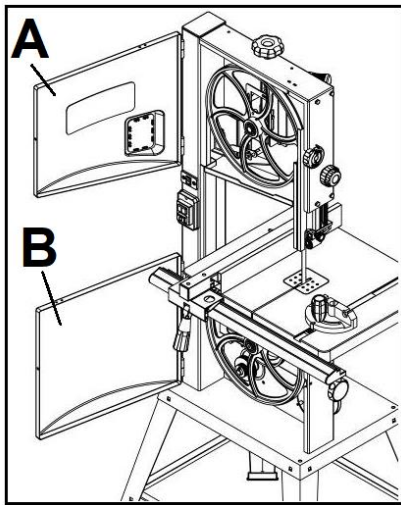
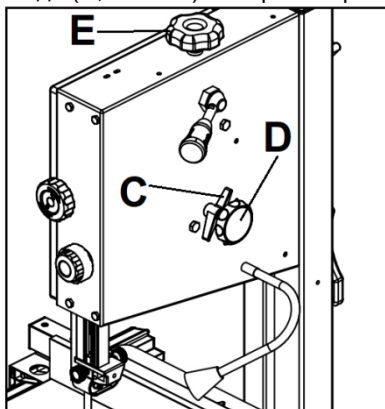
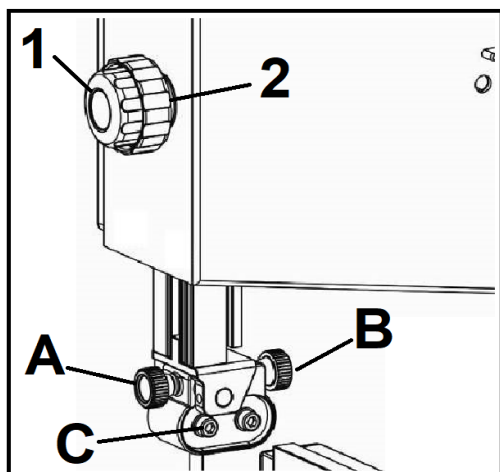

Рисунок 14
Рисунок 15
Рисунок 17
Если пильная лента не движется по центру резинового обода, ход ее необходимо откорректировать, отрегулировав наклон верхнего шкива пильной ленты. Откройте верхнюю и нижнюю дверцы (А, В, Рис. 14). Ослабьте ручку фиксатора регулировки хода, вручную вращайте верхний шкив, не касаясь пильной ленты. Поверните ручку регулировки (D, Рис. 15) по часовой стрелке или против часовой стрелки до тех пор, пока пильная лента не будет двигаться по центру резинового обода.
После регулировки снова затяните ручку фиксатора регулировки хода (С, Рис. 15) и закройте крышку.
МЕДЛЕННО поверните ручку регулировки хода (D, Рис. 15), одновременно вращая верхний шкив. Поворот ручки регулировки хода по часовой стрелке (если смотреть с
- Поворачивая ручку регулировки (E, Рис. 15) по часовой стрелке, можно увеличить натяжение пильной ленты.
- Поворачивая ручку регулировки (E, Рис. 15) против часовой стрелки, можно ослабить натяжение пильной ленты.
Установите верхнюю направляющую пильной ленты с помощью ручки регулировки (2, Рис. 17) на желаемую высоту, ослабив фиксирующую ручку (1, Рис. 17). После регулировки снова затяните фиксирующую ручку.
- Ослабьте ручку (A) и отрегулируйте подшипниковый узел так, чтобы боковые подшипники располагались на расстоянии 1-2 мм от впадины зуба полотна (изогнутая область в основании зуба). Снова затяните ручку (A, Рис. 17).
- Ослабьте ручку (B, Рис. 15) и установите упорный подшипник в положение 0,4 мм от задней кромки ленты. Снова затяните ручку (B, Рис. 17).
- Ослабьте болт (C, Рис. 17) и отрегулируйте боковые направляющие подшипники в положение 0,1-0,2 мм от ленты. Снова затяните болт (C).